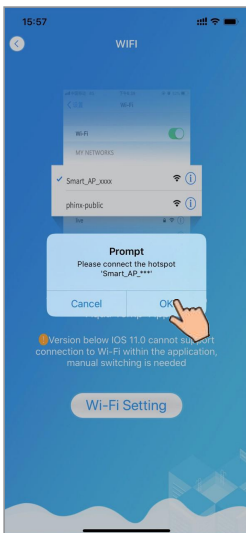

Fig. 10 Snabbgränssnitt
3. Hoppa till systeminställningar, anslut angiven WiFi, klicka på 14 för att välja "Smart_AP_xxx", klicka på 15 till popup-fönster(Fig.10), följ anvisningarna och hoppa sedan till Wifi inställningar.